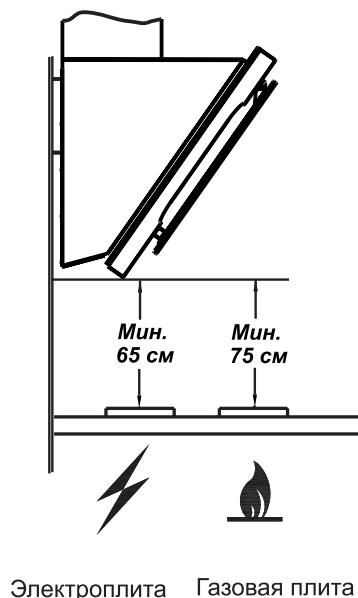

рис. 1
1.2 Зонт устанавливайте на высоте, как показано на рис. 1.
4.7 Устанавливайте зонт над плитой в соответствии с рис. 1.